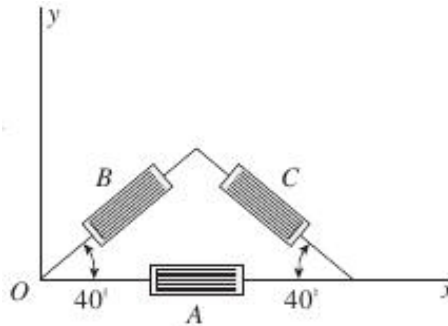

Figura 7
11. As deformações na superfície de um dispositivo feito de alumínio ( $E = 70 \text{ GPa}$  e  $\nu = 0.33$ ) foram medidas por uma roseta de strain-gages mostrada na Figura 7. As deformações medidas foram  $\epsilon_A = 1100 \times 10^{-6}$ ,  $\epsilon_B = 1496 \times 10^{-6}$ ,  $\epsilon_C = -39.44 \times 10^{-6}$ . Determine as componentes do tensor de deformações e a tensão normal na direção  $x$ .